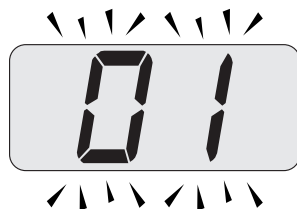

Figura 9.28
- Premere contemporaneamente i tasti 15 e 17 (Figura 9.26) fino a far apparire sul display LCD il valore del parametro 01 (Figura 9.28) (14=M160.1212 SV/M, 30=M160.2025 SV/M o 31=M160.3035